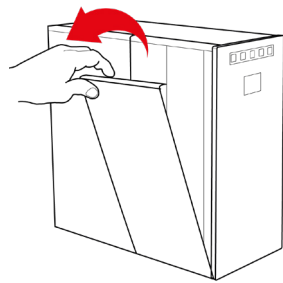

Fig. 1-13
28.4 – Rimuovere il pannello laterale in plastica afferrandolo dal lato superiore e tirandolo in avanti, vedi Fig. 1-13.